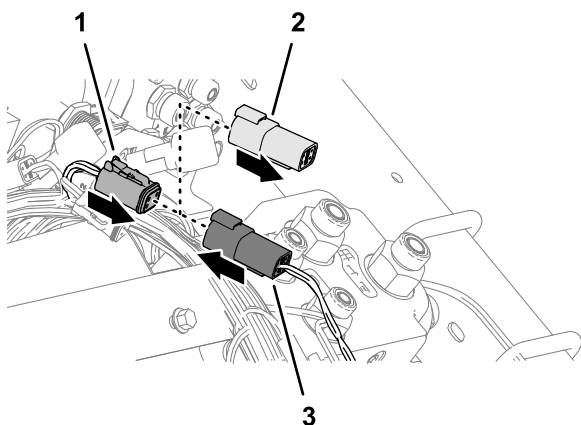

Figure 84
4. Retirez le capuchon du connecteur à 4 douilles du faisceau GeoLink étiqueté CAN 1 ISOBUS (Figure 84).
5. Branchez le connecteur à 4 broches du faisceau du kit étiqueté ISOBUS CONNECTION sur le connecteur à 4 douilles étiqueté CAN 1 ISOBUS (Figure 84).